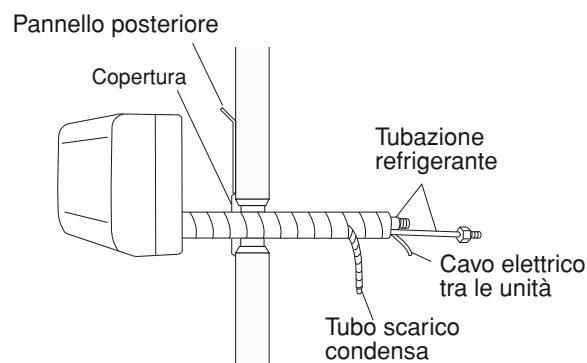

Fig. 35
- (1) Sagomare la tubazione refrigerante in modo da inserirla facilmente nel foro praticato nel muro. (Fig. 35)